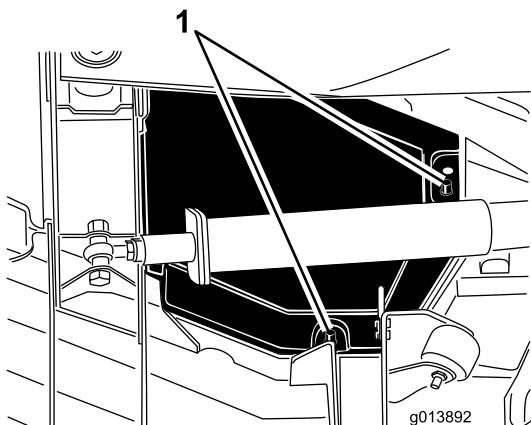

Bild 47
4. Heben Sie die hinteren und inneren Abdeckungskanten von den Befestigungsposten (Bild 47).